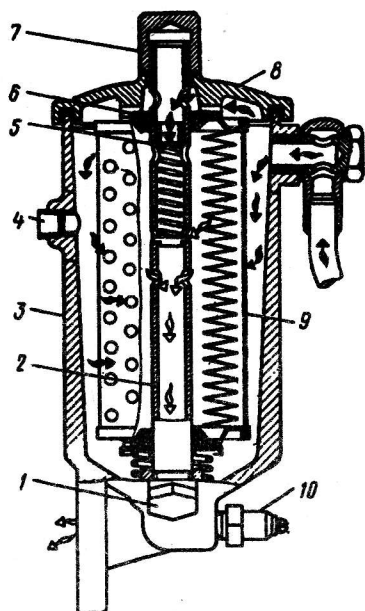

Рис. 12. Масляный фильтр:
**Фильтр очистки масла** (рис. 12) — полнопоточный, с картонным сменным элементом; расположен с левой стороны двигателя. Через фильтр проходит все масло, нагнетаемое насосом в систему. Фильтр состоит из корпуса, крышки, центрального стержня и фильтрующего элемента.